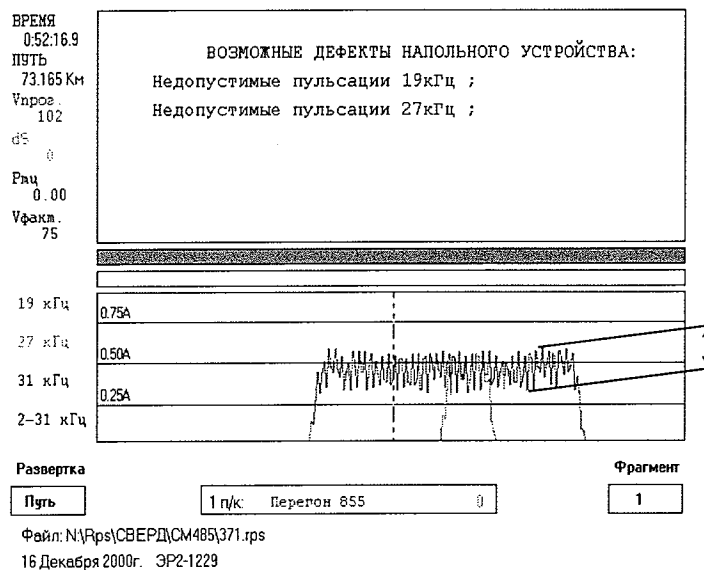

Рисунок 44 - Повышенный уровень пульсаций тока в шлейфе
- повышенный уровень пульсаций тока в шлейфе (величина A) более чем на 20 % (рисунок 44);